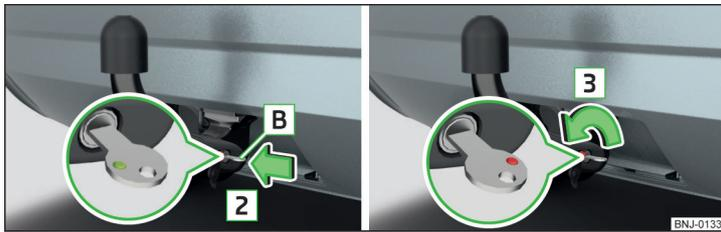

Fig. 159 Insérez la clé dans le verrou / déverrouiller le verrou
- Insérez la clé **B** dans le verrou dans le sens de la flèche **2** de sorte que son marquage vert soit orienté vers le haut » fig. 159.